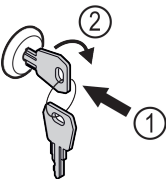

Fig. 184
- ▶ 按入钥匙。 Fig. 184 (1)
- ▶ 将钥匙顺时针转动 90°。 Fig. 184 (2)